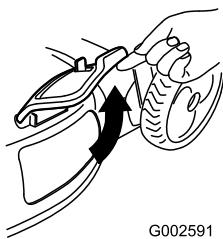

Figure 24
- Levante la puerta de descarga lateral (Figure 24).